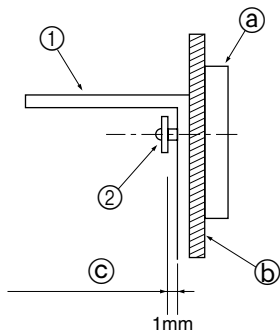

Fig. 3-4
- Monte primero el soporte a la pared y luego apriete los tornillos de forma que el soporte pueda moverse hacia arriba y hacia abajo. (Fig. 3-4)
- ① Soporte antibasculante
② Tornillo tirafondos